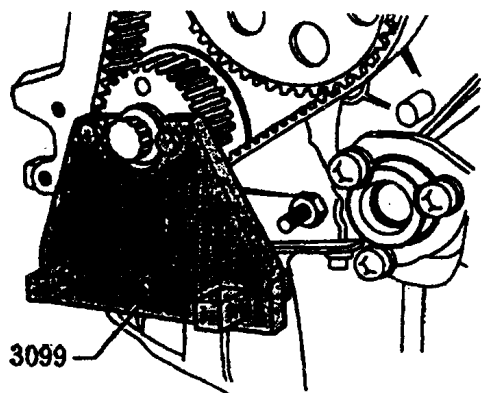
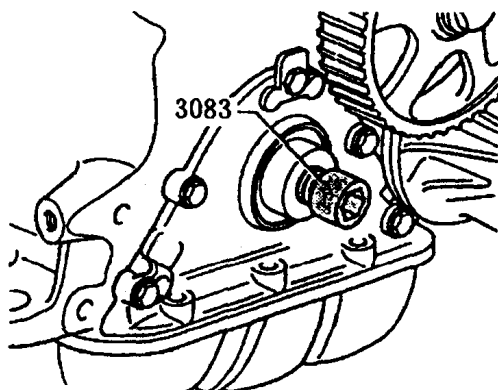

图 1-30
图 1-31
(1) 拆卸: 拆卸多楔皮带及张紧装置, 拆卸正时带及曲轴正时带轮, 用专用工具 3099 反向定位皮带轮 (如图 1-30 所示)。将专用工具 3083 的螺栓尽可能拧入曲轴, 为油封拆卸器导向 (如图 1-31 所示)。